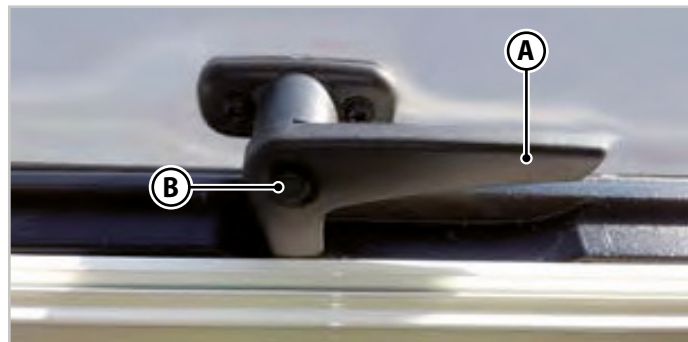

Fig.6.2 - Alavanca de bloqueio das janelas
1. Premir o botão de segurança (**B** - Fig.6.2) nas alavancas de bloqueio (**A** - Fig.6.2).
2. Soltar todas as alavancas de bloqueio (**A** - Fig.6.2), deslocando-as para a posição vertical.
3. Engatar todas as alavancas de bloqueio (**A** - Fig.6.2) deslocando-as para a posição de fecho.
4. Verificar se o botão de segurança (**B** - Fig.6.2) se encontra fora.